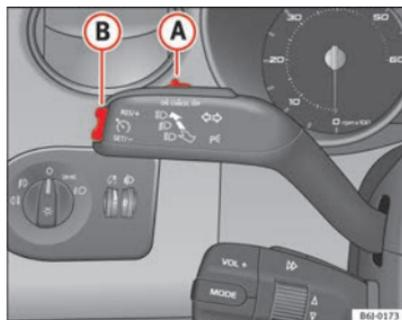

Fig. 113 Levier des cli-gnotants et des feux de route : commande et touche basculante pour régulateur de vitesse
- Déplacez la commande ⇒ fig. 113 **A** vers la gauche pour la mettre sur **ON**.